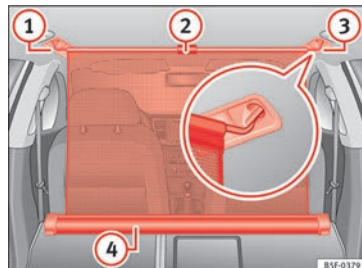

Bild 170 I bagageutrymmet: Nätavdelningen hakas fast i baksätets ryggstöd.
- Dra upp handtaget » **bild 170 2** för att dra nätet ur fodralet » **bild 170 4**.
- Krok i avdelningsnätet på den högra sidan » **bild 170 3** (förstorad bild).
- Krok i avdelningsnätet i höljet till vänster » **bild 170 1** som drar stängen.
Avdelningsnätet monteras ordentligt när de T-formade ändarna är säkert inpassade i motsvarande höljen » **bild 170** ③ och ①.
- Rulla upp nätet i huset » **bild 170** ④ genom att sänka det med handen.